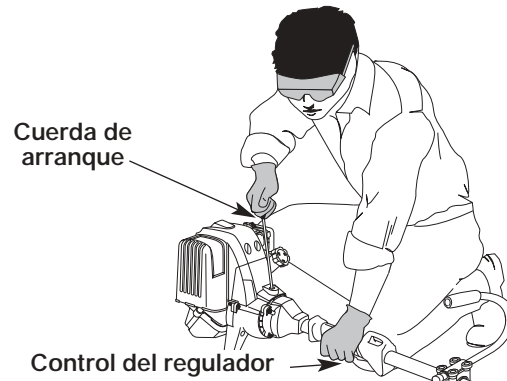

Figure 13
ADVERTENCIA: Evite los arranques accidentales. Colóquese en posición de inicio cuando tire de la cuerda de arranque (Fig. 13). El operador y la unidad deben estar en una posición estable al arrancar la unidad para evitar graves lesiones personales.
5. Con la unidad en posición de arranque (Fig. 13), tire de la cuerda de arranque rápidamente hasta que el motor arranque.
6. Cuando el motor arranca, mueva la palanca del obturador a la posición de **MARCHA (RUN) (C) [III]**, y hágalo funcionar con regulación máxima durante 30 segundos.
1. Saque su mano del control del regulador (Fig. 13). Deje que el motor funcione en mínima.